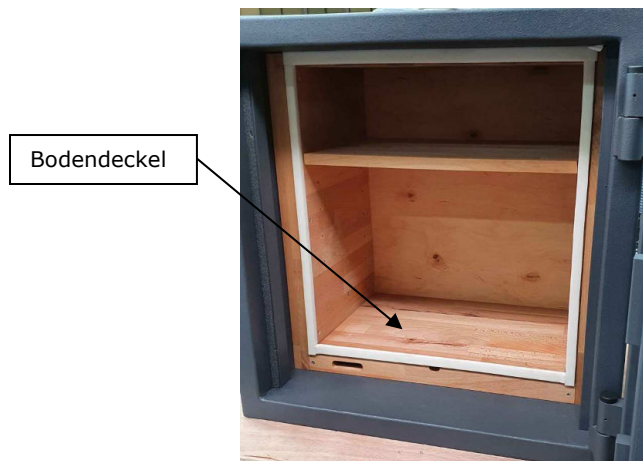
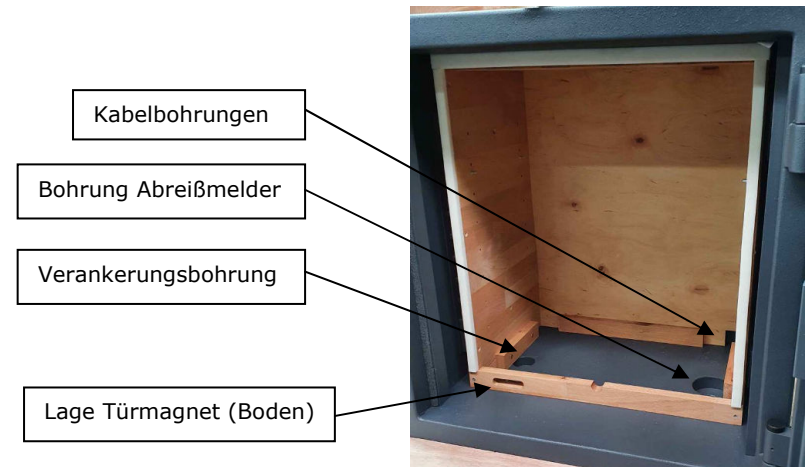

Bild 1
Bild 3
2. Bohren Sie mit einem **Steinbohrer (Ø 20 mm) 70 mm tief** in den Untergrund. Säubern Sie nun das Bohrloch, indem Sie den Bohrstaub aussaugen [Bild 1].
4. Hierauf wird mit dem Einschlagwerkzeug (dünne Seite Ø13mm) die Hülse durch das Eintreiben des innenliegenden Stifts aufgespreizt und gegen die Bohrlochwand verspannt [Bild 3 und Bild 4].
Entnehmen Sie bei geöffneter Tresortür den Bodendeckel. Dazu greifen Sie mit einem Finger in die mittig angebrachte Entnahmeöffnung unterhalb des Bodendeckels und heben den Bodendeckel an (Bild 1+2). Nun können Sie den Bodendeckel nach vorne aus dem Tresor herausziehen. Achten Sie darauf, dass die Dichtung am Bodendeckel nicht beschädigt wird. Wenn der Bodendeckel entnommen ist, erkennen Sie zwei Verankerungsbohrungen und mehrere Gewindebohrungen für den Körperschallmelder und den Verteilerkasten im Tresorboden (Bild 3). Die linke Verankerungsbohrung wird zum Verankern des Pegasus Pro verwendet. In der rechten -größeren Bohrung- wird der Abreißmelder installiert. Der Tresor besitzt weiterhin zwei Kabelbohrungen (jeweils Ø11mm) in der Rückwand unten rechts und in der Seitenwand unten hinten. Beide Kabelbohrungen sind werksseitig mit einem Brandschutzstopfen von innen verschlossen. Die Stopfen können - bei Benutzung als Kabelöffnung - von aussen nach innen aus den Bohrungen heraus gedrückt werden. Vorne links am Boden ist ein Montagewinkel für den Türmagneten angeschraubt. Wenn der Türmagnet am Winkel angeschraubt ist, sitzt er in der länglichen Aussparung der unteren Holzblende. Das Gegenstück vom Türmagneten wird unten auf die Tür geschraubt.
Nachdem alle EMA-Komponenten installiert sind, wird der Kabelübergang und die rechte Blendleiste wieder angeschraubt. Zum Abschluss der Arbeiten am Tresorrumpf muss der Bodendeckel eingelegt werden. Achten Sie darauf, dass die Dichtung am Bodendeckel nicht beschädigt ist, die Dichtungsebene muss bündig mit den umlaufenden Dichtungen (li/re/ob) sein (siehe Bild 1).